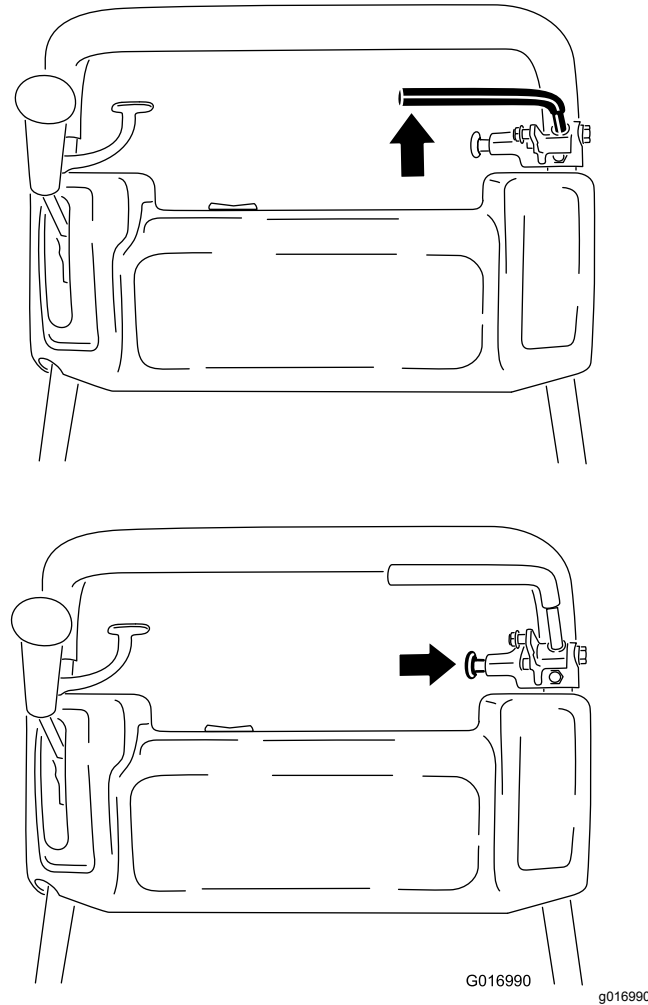

图32
1. 接合行车刹车并推动驻车刹车旋钮以便让行车刹车停靠在驻车刹车销上图32。